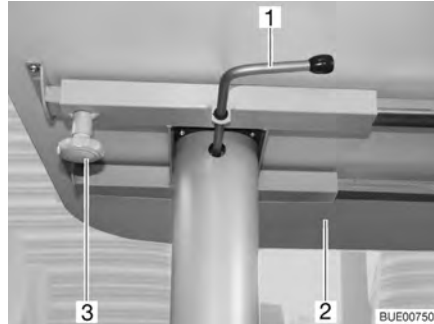

Bild 72 Lyftbord, förskjutningsbart
- Lossa den räfflade skruven (Bild 72,3).
- Sväng bordsskivan (Bild 72,2) till önskad position.
- Sväng låsarmen (Bild 72,1) åt vänster. Spärren till lyftmekanismen är öppen.
- Tryck ned bordsskivan (Bild 72,2) på mitten tills stoppläget nås, fortsatt sedan trycka emot bordsskivan.
- Sväng låsarmen (Bild 72,1) åt höger (Bild 72). Lyftmekanismen är låst.
- Sväng låsarmen (Bild 72,1) åt vänster. Spärren till lyftmekanismen är öppen. Bordsskivan åker till det övre stoppläget.
- Sväng låsarmen åt höger (Bild 72). Lyftmekanismen är låst.